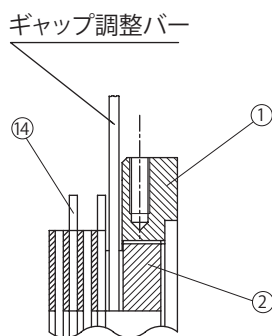

図 8-28
フィールド④側から見て左に回すとギャップが狭くなります。(図 8-28 参照)
- (4) アウターディスク⑭とセンターリング①の間には、取付ボルト③と固定ボルト①が交互に 6本ずつ通っているため、ギャップ調整バーを回していくとそれらのボルトに当たります。ギャップ調整ネジ②には 8等配の溝があり、ギャップ調整バーがボルトに当たるごとに(3)を繰り返して、ギャップ G を規定値に調整します。
- (5) ストッパー⑬を、規定ギャップに最も近い溝とネジ穴の点を選び取り付けてください。
- (6) ブレーキの手動解放を元の状態に復帰させた後、電源を入・切してブレーキ動作を確認してください。
- (7) ファン⑦、カバー⑧を取り付けます。この時ファンセットボルト⑩には、スリーボンド TB2365 を塗布してください。